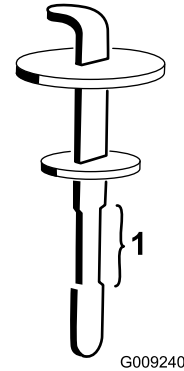

Bild 133
5. Entfernen Sie den Peilstab aus dem Füllstutzen und wischen ihn mit einem sauberen Lappen ab. Stecken Sie den Peilstab in den Einfüllstutzen und ziehen ihn dann heraus, um den Ölstand zu prüfen (Bild 133).